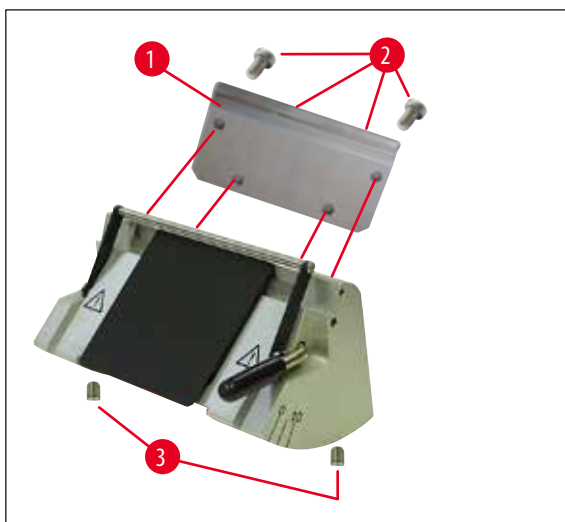
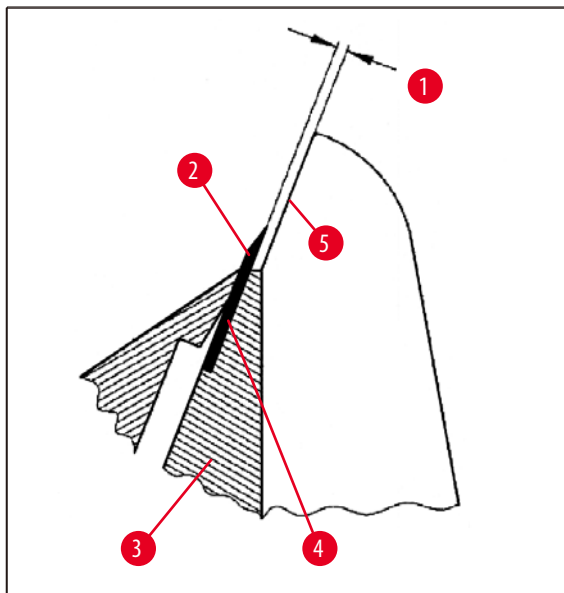

Fig. 34
Fig. 35
- Când efectuați instalarea, asigurați-vă că marginea superioară a plăcii de presiune (→ Fig. 40-4) este paralelă și la nivel cu marginea superioară a plăcii de presiune din spate (→ Fig. 40-2) (consultați și (→ p. 44 – Fig. 34), (→ p. 45 – Fig. 35)). Dacă este necesar, reglați plăcile de presiune (→ p. 48 – 5.9.10 Prezentare generală – accesorii).